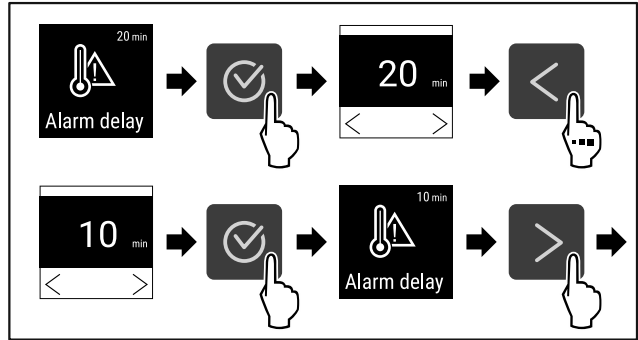

Fig. 115
- ▷ Hajtsa végre a művelet lépéseit (lásd Fig. 115).